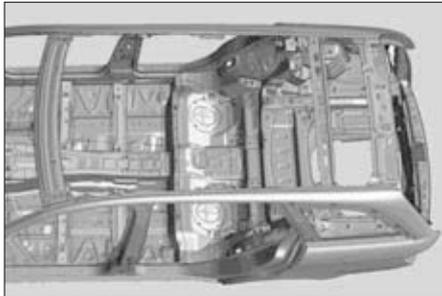

FIG. 147
• Appliquer de la colle à deux composants dans les zones quadrillées (Fig.147).